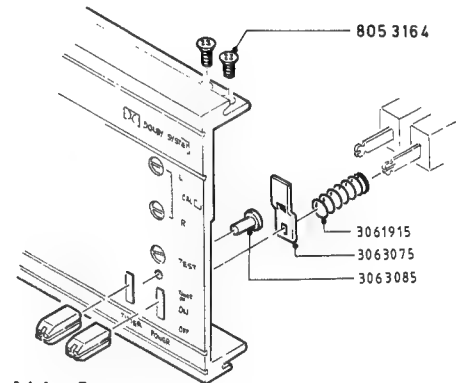

Abb. 3
- d) Die zwölf Kreuzschlitzschrauben (8053164) oben und unten am Frontteil lösen (Abb. 3).